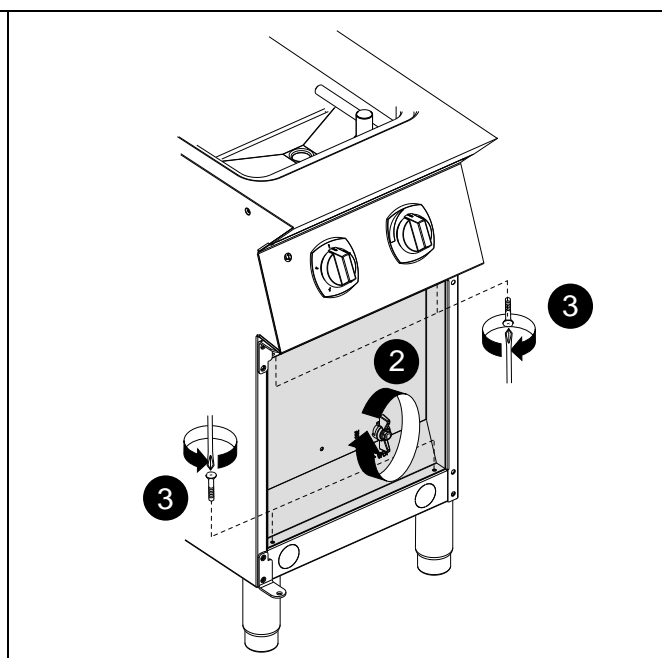

Fig. 6
2. Skruva loss vredet på dräneringsventilen (se detalj 2 —Fig. 6).
3. Skruva loss de fyra skruvarna och avlägsna kontrollpanelen (se detalj 3 —Fig. 6).